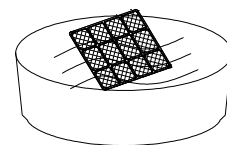

Fig. 2
2) Mettere il filtro in acqua calda (non superiore a 40°C) con detersivo neutro, risciacquarlo bene e lasciarlo asciugare all'ombra (Fig.2).